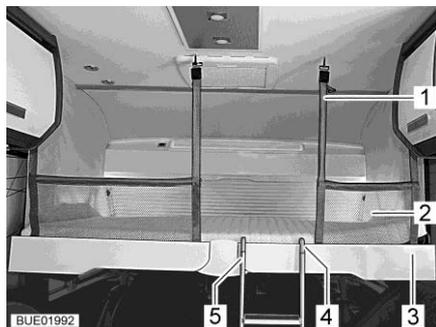

Fig. 121 Letto basculante con rete protettiva montata
Se è disponibile una rete protettiva (Fig. 121,2), questa è sistemata con le cinture di ritegno sotto il materasso del letto basculante. Fissare la rete protettiva soltanto dopo che le persone si sono stese nel letto basculante.
- Agganciare le cinture di ritegno (Fig. 121,1) ai ganci del soffitto.
- Agganciare la scaletta a gradini (Fig. 121,5) con le due staffe (Fig. 121,4) nella barra di presa (Fig. 121,3) al letto basculante.